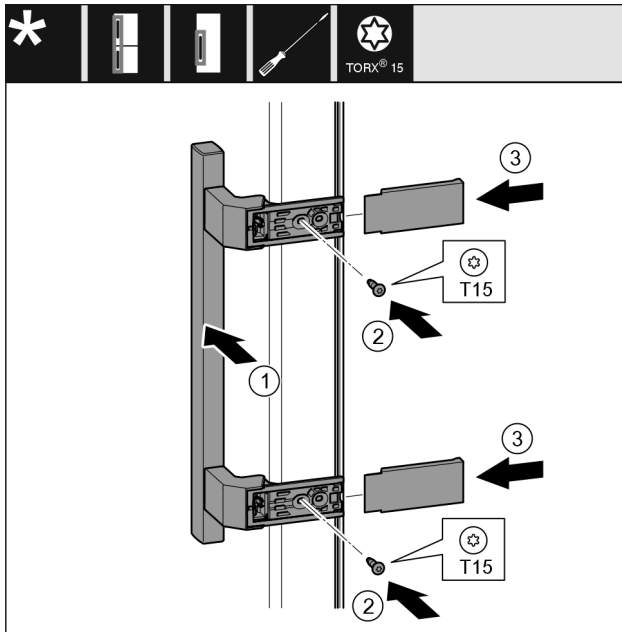

Fig. 26
- ▶ Встановіть ручку Fig. 26 (1) з протилежного боку.
- ▶ За допомогою викрутки закрутіть гвинти Fig. 26 (2).
- ▶ Встановіть кришки Fig. 26 (3) збоку та посуňte їх.